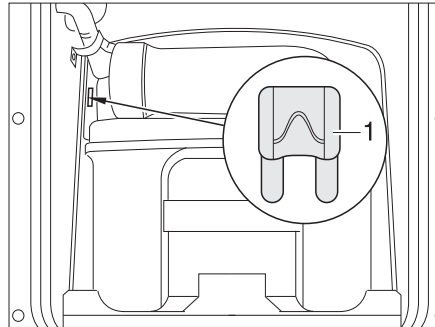
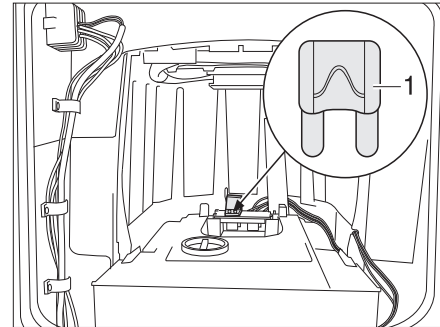

Fig. 174 Fusible des toilettes Thetford
Fig. 175 Fusible des toilettes Thetford (alternative)
- Changer le fusible (Fig. 174,1 ou Fig. 175,1).